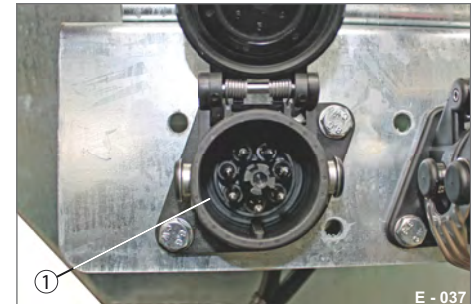
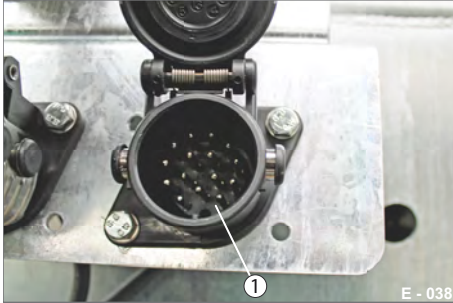

Abb. 16 EBS/ABS-Steckdose unten links
Abb. 17 Elektrik-Steckdose unten rechts
- ▶ Stecken Sie den benötigten Stecker 12 V bzw. 24 V in die unteren Multi-Voltage Steckdosen (Abb. 16/1 & Abb. 17/1) an der Konsole.